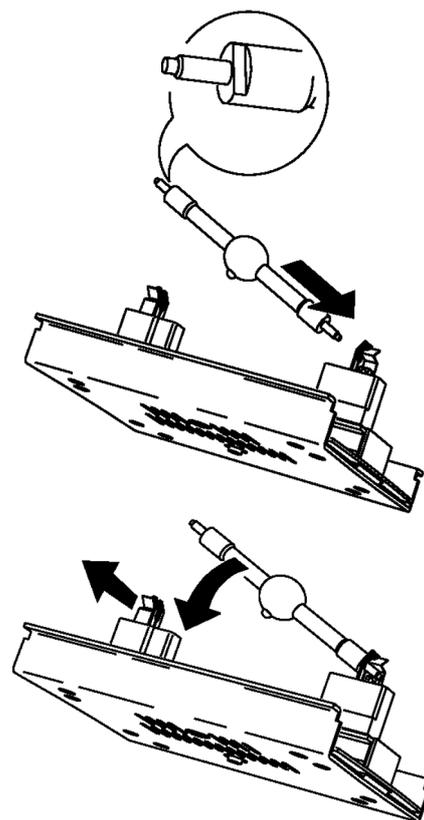

Bild 6: Einsetzen der Lampe
Die Sockel des Leuchtmittels sind speziell kodiert (siehe Bild 6), um eine eindeutige Brennstellung sicher zu stellen. Verwenden Sie niemals HMI 1200 W/S, die über den nicht kodierten Sockel Sfc 10-4 verfügen.
4. Unter Bezug auf Bild 6: Schieben Sie einen Anschluss des Leuchtmittels in den rechten Sockel, wobei der Evakuierungs- Nippel des Kolbens nach hinten zeigen muss. Lösen Sie die Haltefeder am linken Sockel und drücken Sie das andere Ende des Leuchtmittels in den Sockel.